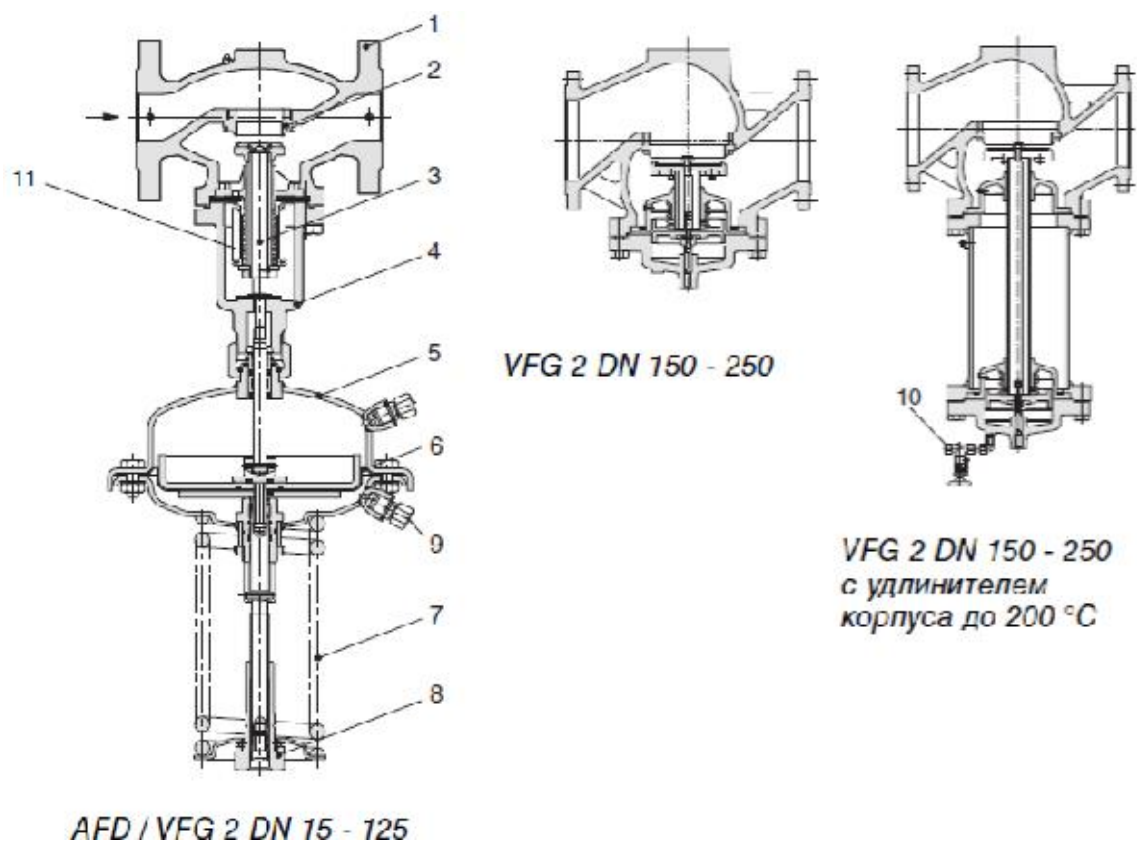

Рис. 3. Автоматический регулятор давления «после себя» AFD/VFG
При помощи гайки настройки давления (8) (рис. 3) регулятор AFD настраивается на определенное давление, которое он должен автоматически поддерживать. Для увеличения задаваемого давления необходимо повернуть гайку настройки (8) по часовой стрелке. Гайка (8), навинчиваясь на шпindel, сожмет пружину регулятора. При повороте гайки против часовой стрелки пружина расслабляется, и задаваемое давление уменьшается. Настройку следует производить на установленном регуляторе по показаниям манометров.